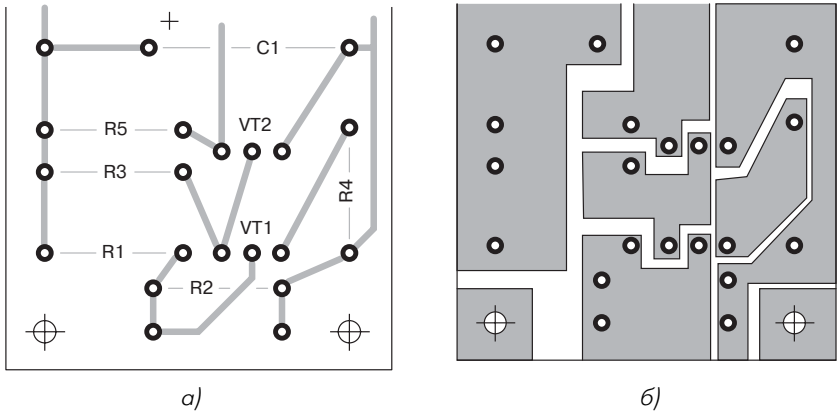

Рис. 3.6. Рисунок печатной платы
- рисуются проводники от отверстия к отверстию (рис. 3.6а) в соответствии с топологией;
- счищаются или протравливаются только узкие промежутки между токопроводящими дорожками (рис. 3.6б).
Второй метод изготовления печатного монтажа используют, если на плате необходимо оставить почти всю фольгу, убрав лишь узкие промежутки между контактными площадками (см. рис. 3.6б). В этом случае традиционная технология становится слишком трудоемкой – ведь надо покрыть лаком всю поверхность платы и после высыхания счистить лишние участки лака при помощи скальпеля и линейки, оставшаяся закрасенными только токопроводящие поверхности.